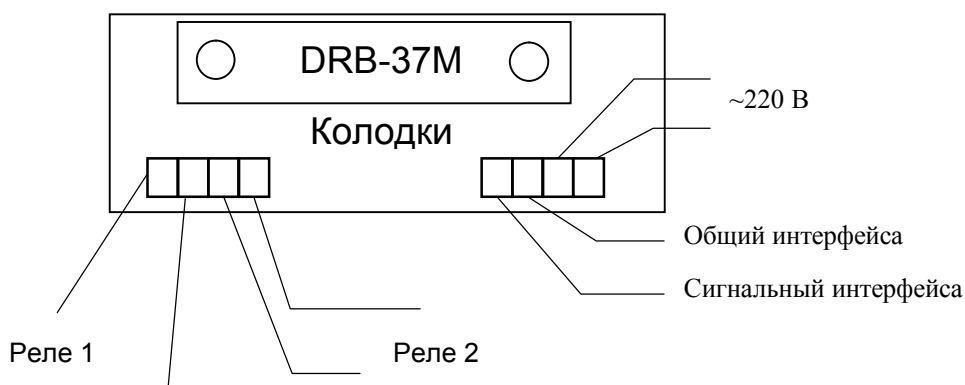

Рис.1
На верхней строке индикатора отобразится надпись "UrEF", на нижней – "Сorr". В этом режиме производится коррекция внутреннего источника опорного напряжения (ИОН), для этого необходимо установить на всех каналах тип датчика 4 (ХА) или 5 (ХК) и параметр «заземленность» термопары для всех каналов установить в «1», на все каналы от источника калиброванного напряжения подать напряжение  $V=48.452$  мВ (схема подключения как термопара: "минус" подключить к GND, "плюс" – к Udi-, где  $i=1, 2..10$ , см. рис. 1) и подождать 30 секунд.
5.6.2.1 Подключить к поверяемому ИТ сетевое питание и магазин сопротивлений, имитирующий первичные датчики. Входы всех используемых каналов измерения должны быть подключены параллельно друг другу, неиспользуемые входы должны быть заглушены согласно рис. 1. Определить установленный при настройке прибора тип термодатчика. Выставить на магазине сопротивлений величину, равную сопротивлению термодатчиков в 0 °С. Перевести ИТ в режим автоперебора каналов. Если в процессе перебора каналов не возникает сообщений об ошибках, то прибор работоспособен.
6.2 Электрические соединения с сетью, датчиками температуры осуществляется через клеммные колодки и разъемы DRB37M, расположенные на задней панели прибора (см рис. 1).
Рис. 1а Габаритные размеры
Рис. 1б Вырез в щите